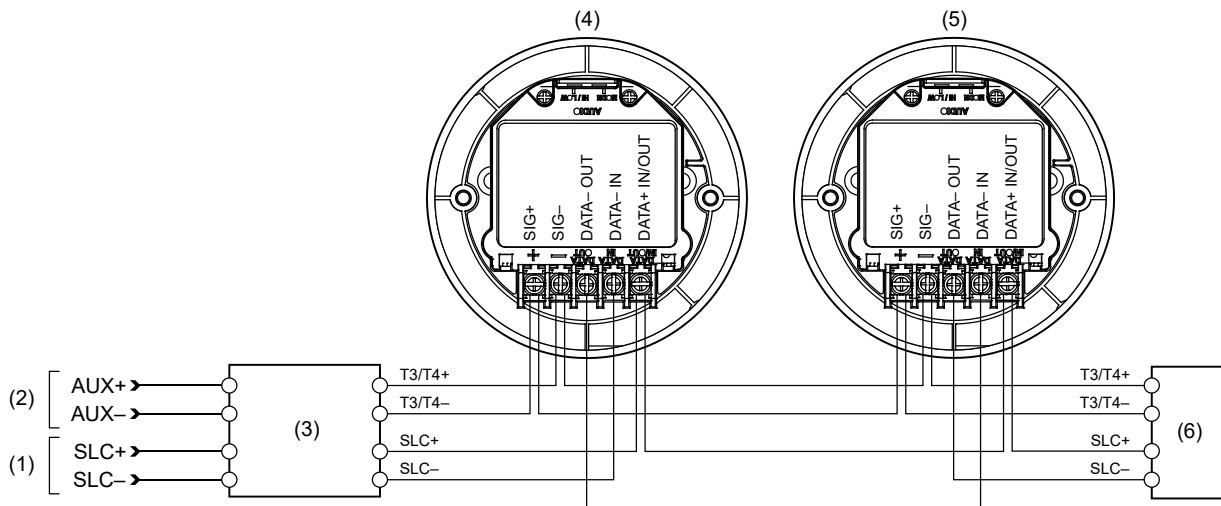

Figura 2: Circuito de base sonora sincronizado típico (modo de alarme de incêndio)
No modo de alarme de incêndio, o KI-ABLT gera o sinal de alarme de incêndio necessário e usa um módulo de sincronização e relé de reversão de polaridade para sincronização do sinal. Consulte a Figura 2.
2. Conecte a fiação de campo aos terminais. Observe a polaridade do sinal do riser de sinal (positivo com negativo e negativo com positivo). Consulte a Figura 2 e a Figura 3.